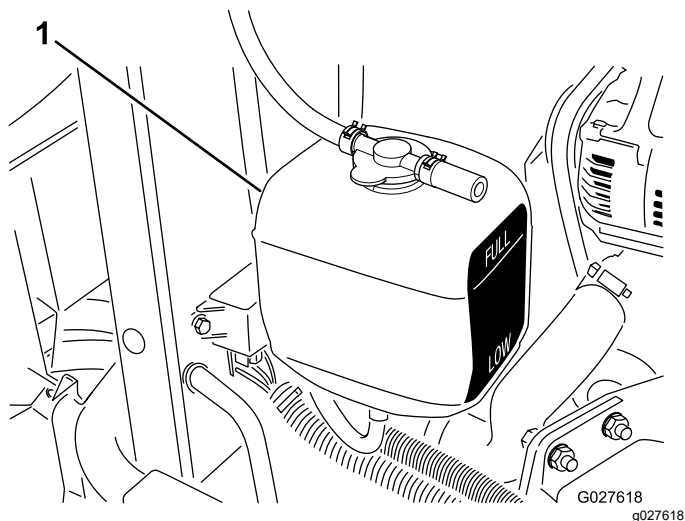

Figura 73
3. Verifique o nível de líquido de refrigeração do depósito secundário (Figura 73).